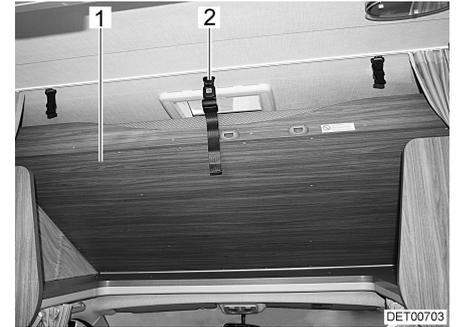

Fig. 36 Lit de capucine en position de marche
- Pivoter le lit de capucine (Fig. 36,1) vers le haut et encastrer la sangle de retenue (Fig. 36,2) dans le support du toit.